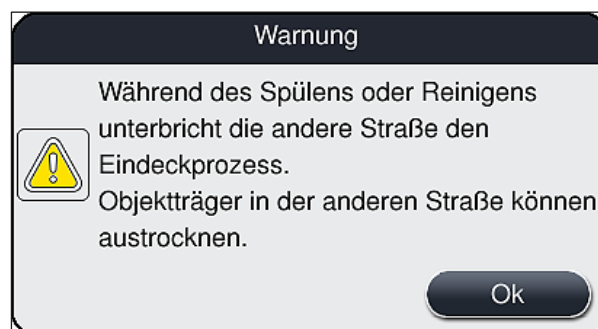
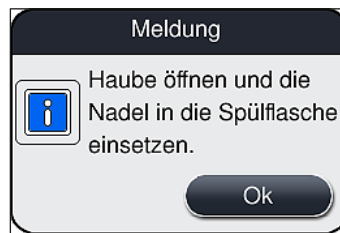

Abb. 96
Abb. 97
2. Anschließend die Taste **Spülen/Reinigen** der betreffenden linken (→ Abb. 95-2) oder rechten (→ Abb. 95-3) Eindeckstrasse drücken und die Warnmeldung mit **Ok** (→ Abb. 96) bestätigen.
3. Die folgende Meldung (→ Abb. 97) beachten.
5. Nadeleinheit (→ Abb. 98-1) in die Spülflasche (→ Abb. 98-3) stecken und die Meldung (→ Abb. 97) mit **Ok** bestätigen.
- Die folgenden Meldungen (→ Abb. 96), (→ Abb. 97) und (→ Abb. 101) beachten und jeweils mit **Ok** bestätigen.